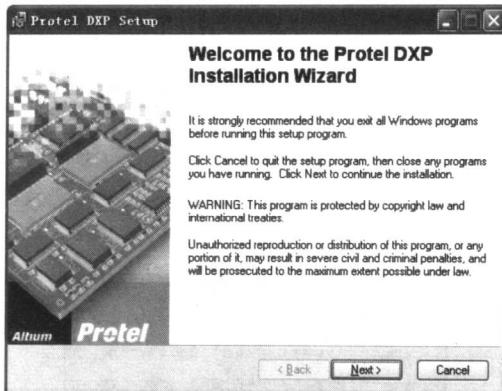

图 1-3 Protel DXP 安装初始界面
■ 步骤 1：进入 Windows 系统并按以上方法更改区域设置后，运行 Protel DXP 安装程序中的 Setup.exe 安装系统，弹出如图 1-3 所示的对话框。